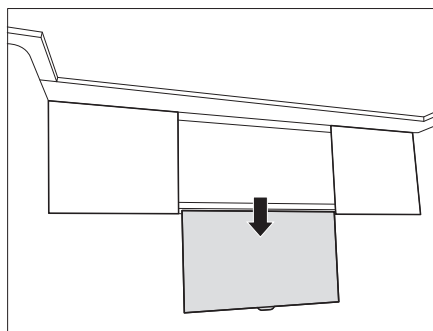

Fig. 138 Schermo piatto in posizione inferiore
- Tirare lo schermo piatto verso il basso afferrando la maniglia (Fig. 138).